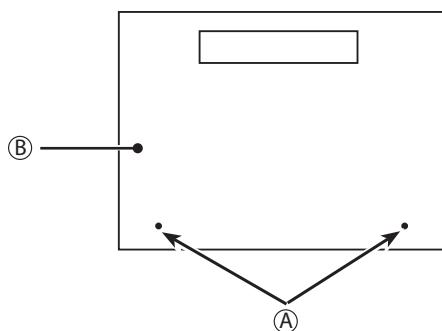

Рис. 2.3.1
2.3. Установка FTC2B (Рис. 2.3.1, 2.3.2, 2.3.3, 2.3.4)
1. Выкрутите 2 винта (винты А) из FTC2B и снимите крышку. (См. рис. 2.3.1)